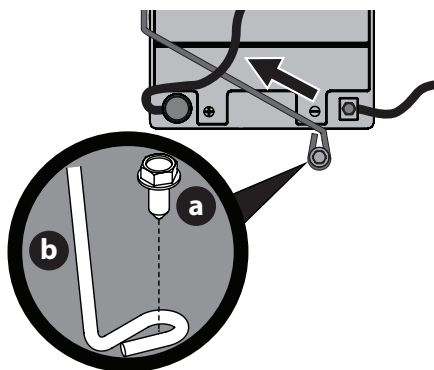

Figura 21
**NOTA:** El mazo de cables debería colocarse sobre la parte superior de la barra de sujeción de batería. De no ser así, el mazo de cables podría resultar dañado (Figura 21 en la página 50).
3. Extraiga el tornillo de arandela hexagonal (a) que sujeta el soporte de sujeción de la batería al bastidor (b). Luego levante el soporte de sujeción de la batería (b) para liberar la batería (Figura 21).